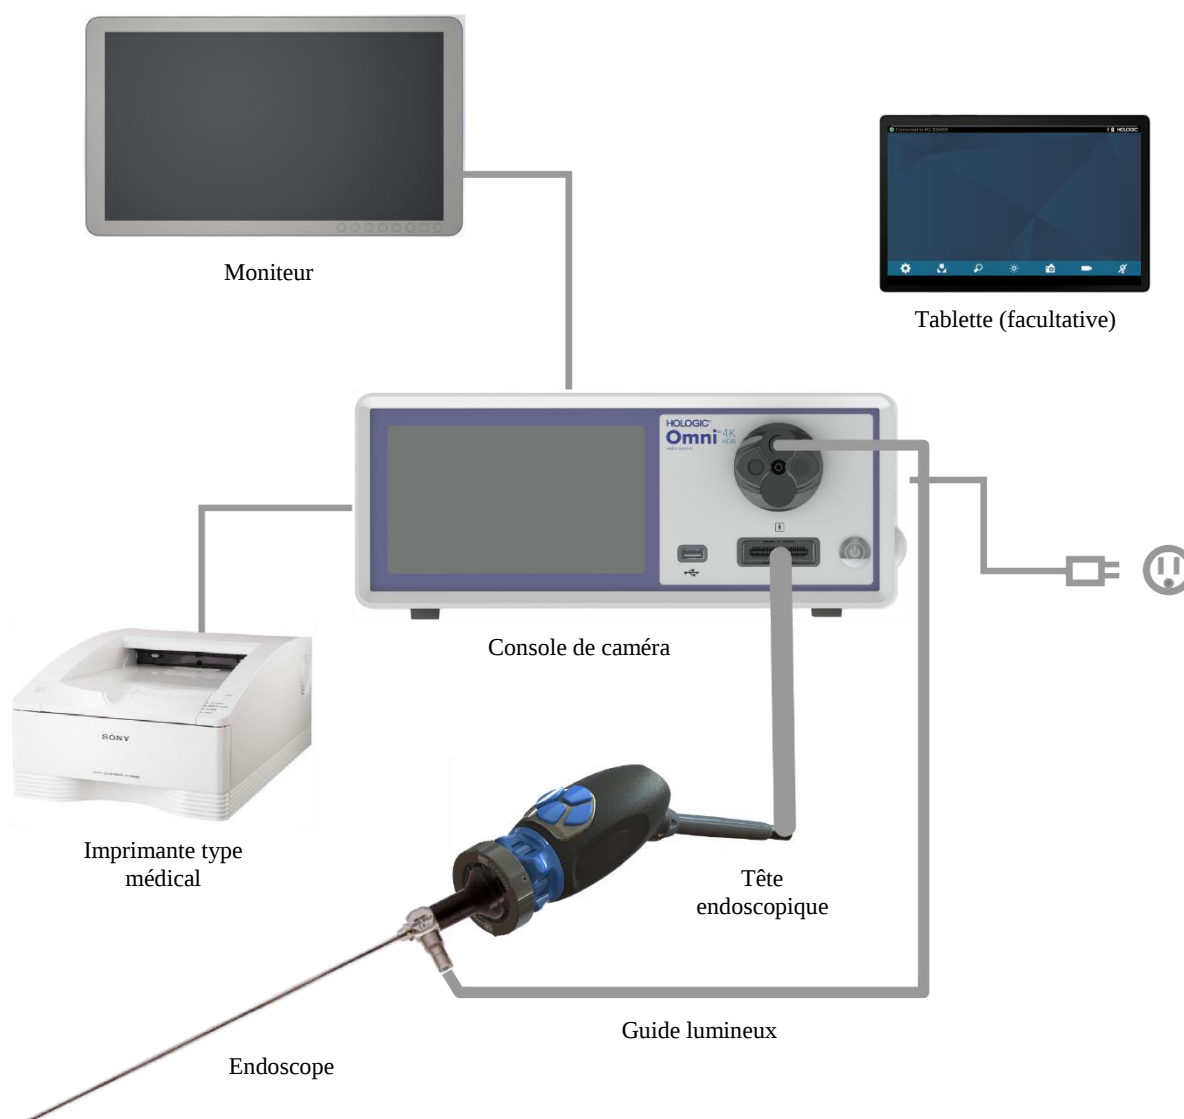

Figure 1 – Illustration de l'installation/configuration du système
Une installation type est illustrée à la figure 1 pour référence.
- S'aider de la figure 1 et de l'étiquette du panneau arrière pour connecter d'autres équipements compatibles, si nécessaire.